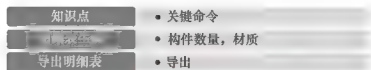

图 2.89 知识体系
(1) 对照图 2.89 梳理自己所掌握的知识体系，并与同学相互交流、研讨个人对某些知识点或技能技巧的理解。
(2) 根据任务 2.4 工作步骤及方法，结合主题教育馆结构图纸，利用自己创建的主题教育馆模型汇总各个结构构件信息、提取材质工程量，尝试导出明细表并生成 Excel 表格。